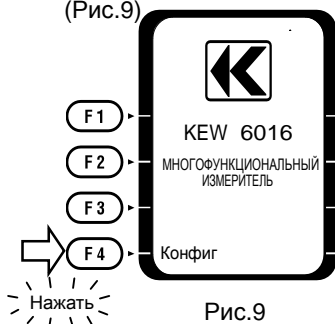

Рис.9
1. Нажмите кнопку Конфиг (F4) при включении KEW6016. (Рис.9)